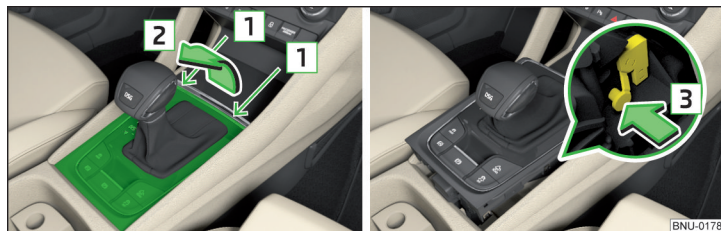

Fig. 336 Enlever le cache / déverrouiller le levier sélecteur
- › Insérer un tournevis à bout plat dans la fente de la zone de la flèche **1** » fig. 336 et soulever le cache dans le sens de la flèche **2**.